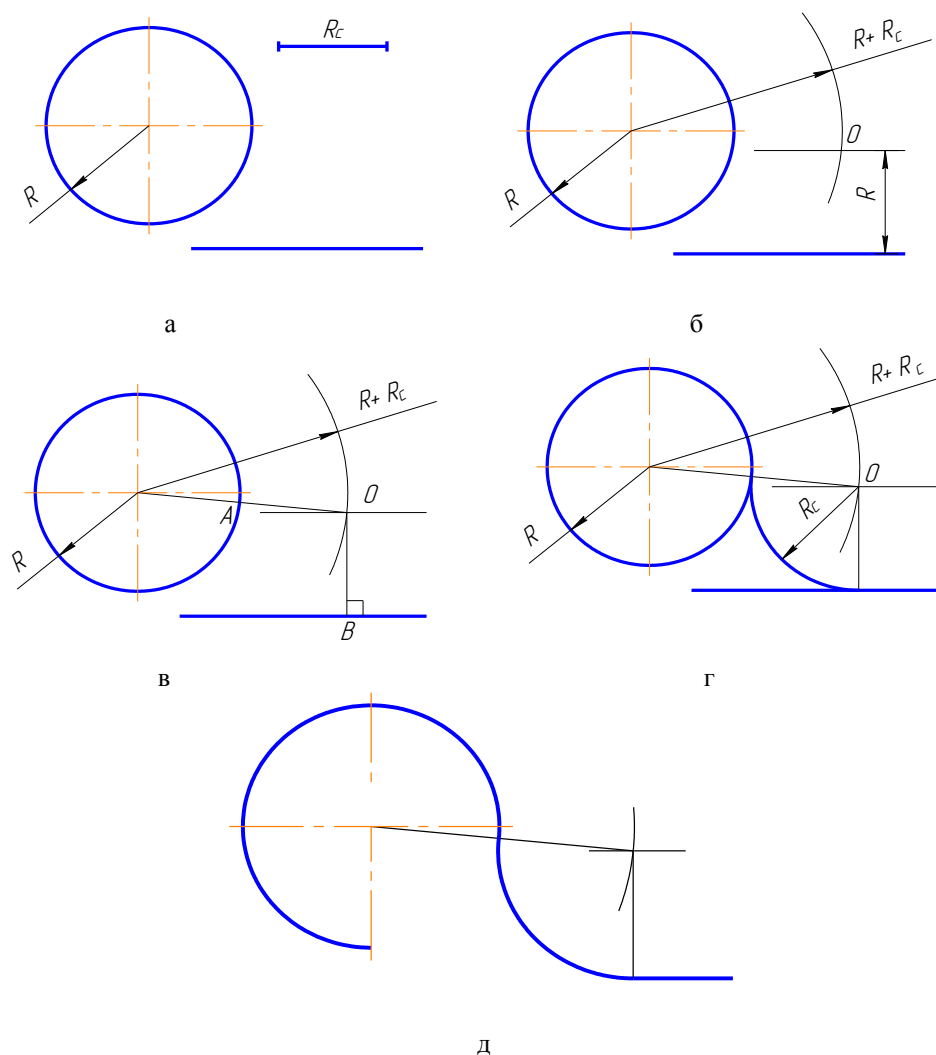

Рисунок 3.10 – Построение сопряжения дуги и прямой линии:
1. Находим центр сопряжения – точка  $O$ . На расстоянии, равном радиусу сопряжения, проводим вспомогательные дуги, и определим геометрические места точек равноудаленных от заданных прямой и окружности (рисунок 3.10 б).
2. Находим точки сопряжения  $A$  и  $B$ : из точки  $O$  опускаем перпендикуляр на заданную прямую и соединяем точку  $O$  с центром заданной окружности (рисунок 3.10 в);
3. Строим дугу сопряжения: между точками сопряжения проводим сопрягающую дугу заданного радиуса  $R$  (рисунок 3.10 г).
Результаты построения показаны на рисунок 3.10 д.